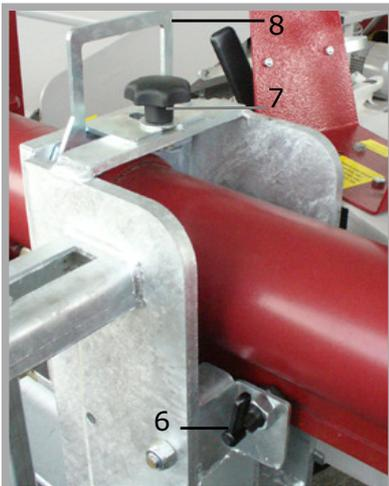

Abb. 4
- Sperrriegel (6) entriegeln, Sterngriffschraube (7) lösen, Arretierungsblech (8) entfernen (siehe Abb. 4).